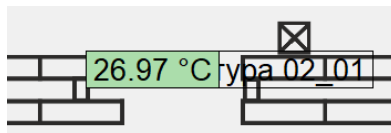

Рисунок 14 – Обозначение датчика на схеме
- При добавлении канала датчика в центре схемы добавляются два поля – «Значение» и «Наименование канала» (рисунок 14). Каждое из них перемещается и редактируется отдельно.